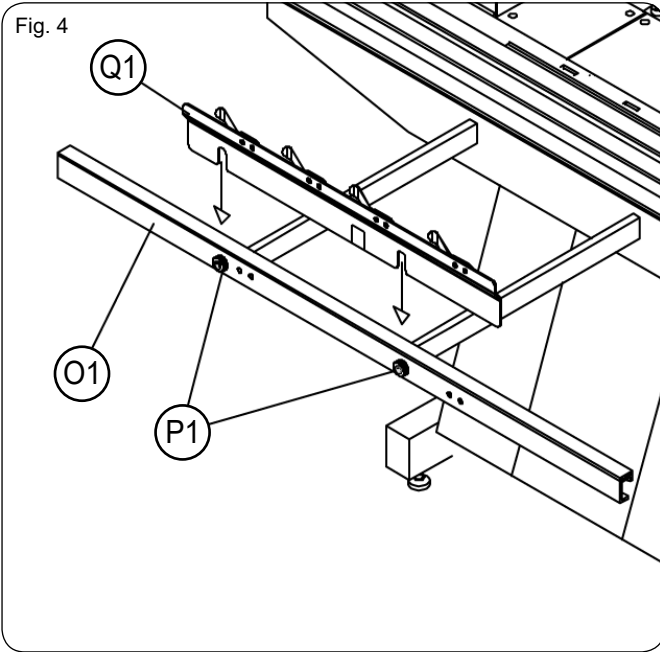

Fig. 5
1. Colocar o tabuleiro sobre a máquina, exercendo pressão sobre o lado frontal S (Fig. 5) da caixa de comandos, e avançar até ao alimentador, para que este recolha o tabuleiro e o arraste automaticamente.